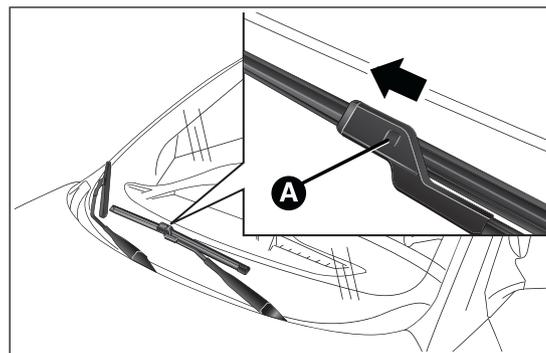

fig. 165
- sollevare il braccio del tergicristallo, premere la linguetta A fig. 165 della molla di aggancio ed estrarre la spazzola dal braccio;